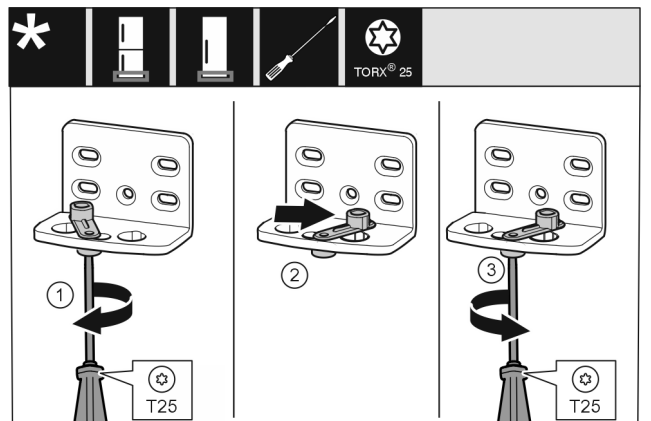

Fig. 11
- ▶ Schroef met de schroevendraaier T25 losdraaien. Fig. 11 (1)
- ▶ Deursluit hulp optillen en 90° naar rechts in de opening draaien. Fig. 11 (2)
- ▶ Schroef met schroevendraaier T25 vastschroeven. Fig. 11 (3)